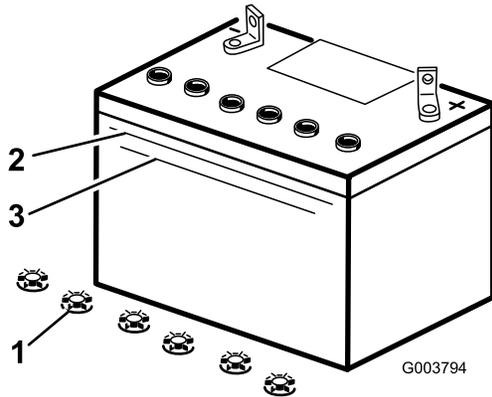

Figura 29
Nota: El electrolito debe llegar a la línea superior (Figura 29). No permita que el electrolito esté por debajo de la línea inferior (Figura 29).
3. Retire los tapones de llenado de la batería (Figura 29).
4. Vierta lentamente agua destilada en cada célula de la batería hasta que el nivel de electrolito llegue a la línea superior (Figura 29) de la caja de la batería.
Nota: Añada agua destilada, si es necesario, hasta que el nivel de electrolito llegue a la línea superior (Figura 29) de la caja de la batería.